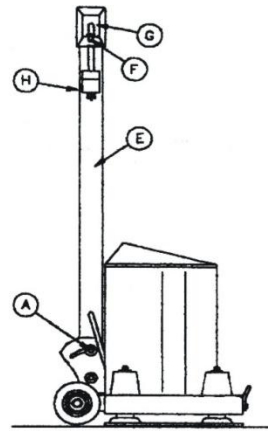
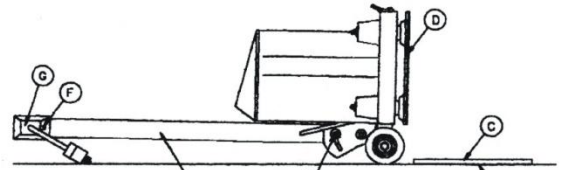
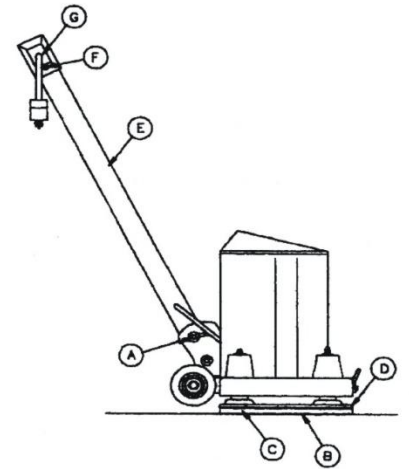

Fig. 1
Fig. 4
Fig. 5
Make sure that the tool switch (F) is ALWAYS switched OFF and unplugged before putting or emptying the bag. Make sure that the bolt (A) is tighten to ensure that the handle is locked in place. See Fig. 1.
Slide the metal piece (K) in the opposite direction of the arrow. Hook the rear plate (L). Turn the lock (J) in the opposite direction of the arrow. Attach the spring (H). See Fig. 4.
Unhook the spring (H) behind the upper handle. See Fig. 1. Turn the lock (J) in the direction of the arrow, and unhook the back plate (L). See Fig. 4. Slide the upper metal piece (K) in the direction of the arrow. See Fig. 4 Empty the bag and reinstall it as described above.
Assurez-vous que l'interrupteur (F) est TOUJOURS à la position "OFF" et que l'outil est débranché avant d'installer le papier sablé ou d'installer ou vider le sac à poussière. Assurez-vous que le boulon (A) est bien serré afin que le manche soit barré en place. Voir FIG. 1.
Glissez la pièce métallique (K) dans le sens contraire de la flèche. Accrochez la plaque arrière (L). Tournez la barrure (J) dans les sens contraire de la flèche. Accrochez le ressort (H). Voir Fig. 4.
Décrochez le ressort (H) à l'arrière et au haut du manche. Voir Fig. 1. Tournez la barrure (J) dans le sens de la flèche et décrochez la plaque arrière (L). Voir FIG. 4. Glissez la pièce métallique supérieure (K) dans le sens de la flèche. Voir Fig. 4. Videz le sac et réinstallez-le en suivant les instructions, plus hauts mentionnés.
Cerciórese de que el interruptor de la herramienta (F) sea SIEMPRE cambiado de "OFF" y desenchufado antes de instalar el papel de la arena y de instalar o de vaciar el bolso de polvo. Cerciórese de que sea el perno (A) apriete para asegurarse de que la manija está trabada en lugar. Vea Fig. 1.
Resbale el pedazo del metal (k) en la dirección opuesta de la flecha. Enganche la placa posterior (l). Dé vuelta a la cerradura (j) en la dirección opuesta de la flecha. Una el resorte (h). Vea Fig. 4.
Zafe el resorte (H) detrás de la manija superior. Vea Fig. 1. Dé vuelta a la cerradura (J) en la dirección de la flecha, y zafe la placa trasera (L). Vea Fig. 4. Resbale el pedazo superior del metal (K) en la dirección de la flecha, vea fig. 4. Vacie el bolso y reinstálelo según lo descrito arriba.
CAUTION : Make sure that the tool switch (F) is ALWAYS switched "OFF" and unplugged before installing the sand paper and installing or emptying the dust bag. Make sure that bolt (A) is tighten to ensure that the handle is locked in place. Fig. 1.
ATTENTION : Assurez-vous que l'interrupteur (F) est TOUJOURS à la position "OFF" et que l'outil est débranché avant d'installer le papier sablé ou d'installer ou vider le sac à poussière. Assurez-vous que le boulon (A) est bien serré afin que le manche soit barré en place. Fig. 1
PRECAUCIÓN : Cerciórese de que el interruptor de la herramienta (F) sea SIEMPRE " cambiado de "OFF" y desenchufado antes de instalar el papel de la arena y de instalar o de vaciar el bolso de polvo. Cerciórese de que sea el perno (A) apriete para asegurarse de que la manija está trabada en lugar. Fig. 1.
Tilt the tool back 90degrees, see FIG. 4. Place the pad (B) and the fiber pad (C) on the floor facing the vibrating plate (D) as shown in FIG.4. Tilt back the tool on the fiber pad (C), see FIG. 5.
Basculez l'outil de 90 degrés vers l'arrière, voir FIG. 4. Placez le tapis de fibre (B) sur le plancher vis-à-vis la plaque vibrante (D), voir FIG. 4. Replacez l'outil sur le tapis de fibre (B), voir FIG.5.
Inclinar de nuevo la herramienta 90degrees, véase la FIG. 4. Coloque la almohadilla de fibra (B) de uso de la palabra frente a la placa vibrante (D) como se muestra en la FIG. 4. Inclinar de nuevo la herramienta en la almohadilla de fibra (B), véase la FIG. 5.